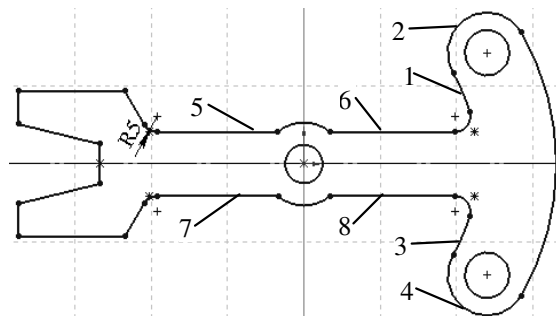

Рисунок 2.3
20. Додайте на ескіз скруглення. Клацніть на кнопки Sketch Fillet (Скруглення) в менеджері команд Sketch (Ескіз). Встановіть в лічильнику Radius (Радіус) радіус скруглення 5. Виділіть об'єкти, до яких необхідно застосувати скруглення (на малюнку вище показані елементи для скруглення лише з одного боку ескіза. З іншого боку виділіть самостійно). Відключіть інструмент Sketch Fillet (Скруглення). Після додавання скруглень ескіз виглядатиме так, як показано на рис. 2.3.